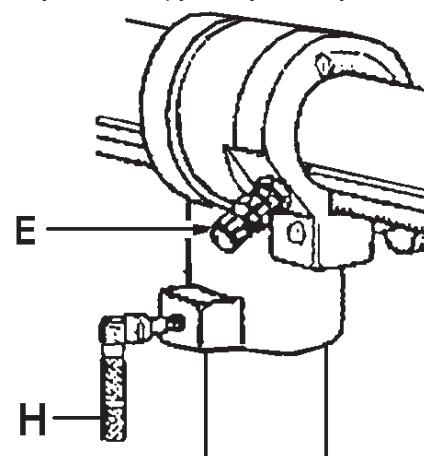

Рис.5
- Свердлуvalна головка може бути повернута на 45° вправо (R) і на 90° вліво (L).
- Для повороту на 90° витягніть фіксуючий штифт (Е, Рис. 5) і виверніть його.
- Для цього потрібно послабити рукоятку затиску (Н, Рис. 5).
- Треба ослабити рукоятку затиску (F).
- За допомогою ручки настройки (I) може бути досягнуто бажане регулювання.